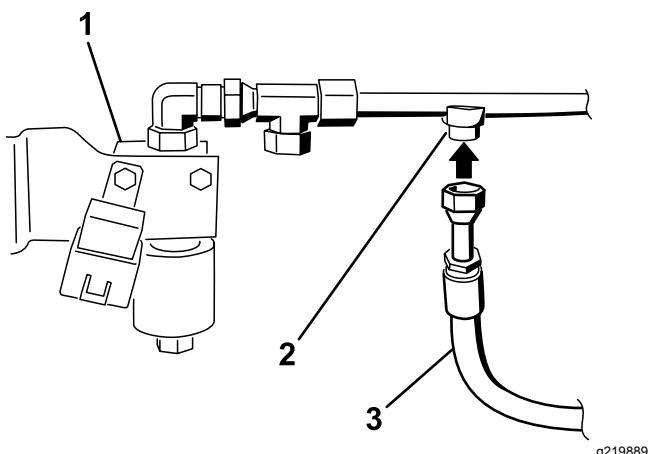

Figura 29
8. Instale o tubo hidráulico com uniões no tubo hidráulico número 2 como se mostra em Figura 29.